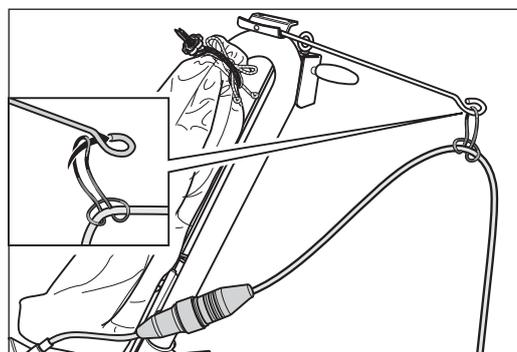

Abb. 10 Das Verlängerungskabel am Staubsack vorbeiführen und den Zugentlastungsring an der Kabelstütze einhängen.
- 4 Führen Sie das Verlängerungskabel am Staubsack vorbei und hängen Sie den Zugentlastungsring an der Kabelstütze ein (Abb. 10).